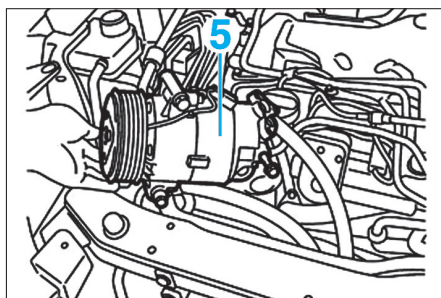

Fig. 8
- Pivoter le compresseur (5) et le déposer par le haut (Fig.8).